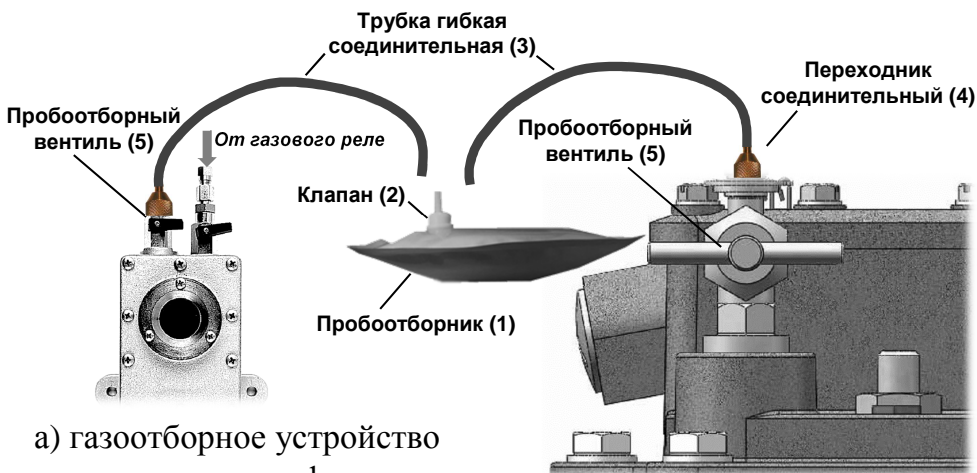

Рис. 3. Система отбора пробы газа в пробоотборник
7.4. Присоедините один конец гибкой соединительной трубки (3) к газоотборному устройству (Рис. 3а) газового реле силового трансформатора (автотрансформатора) или через переходник соединительный (4) непосредственно к газовому реле (Рис. 3б), или к другому устройству, из которого необходимо отобрать пробу газа, используя при необходимости соответствующий переходник.